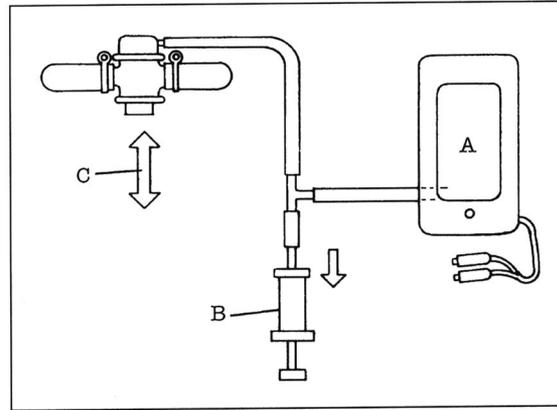

Bild 92
- Unterdruckmessgerät «A» Bild 92 und Spritze «B» an die Unterdruckschläuche anschliessen.